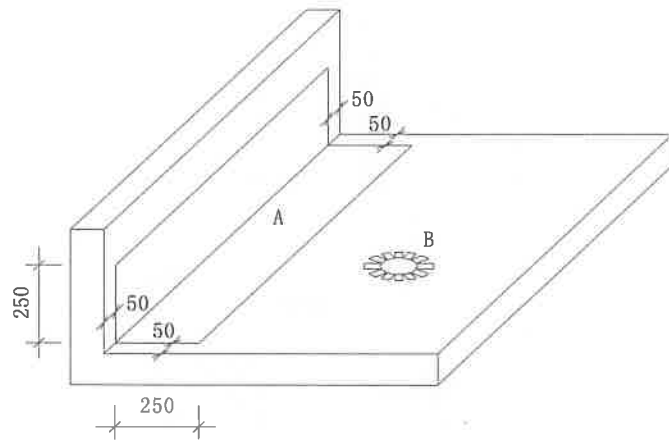

图 9 阴角加强层
①涂料施工区域为模型的大平面、墙立面，上下左右周边留出50mm空白。
②基层不需要涂刷打底层。
③操作顺序：水平阴角加强层，用无纺布作胎基——水落口加强层，用无纺布作胎基——立面与平面涂料防水，用无纺布作胎基——表面一道涂料。
④平面与立面阴角采用无纺布A做防水加强层胎基。加强层平面宽度与立面高度均为250mm。加强层采用“涂料+无纺布+涂料”一次完成，涂料应浸透无纺布，不得有露白（见图9）。